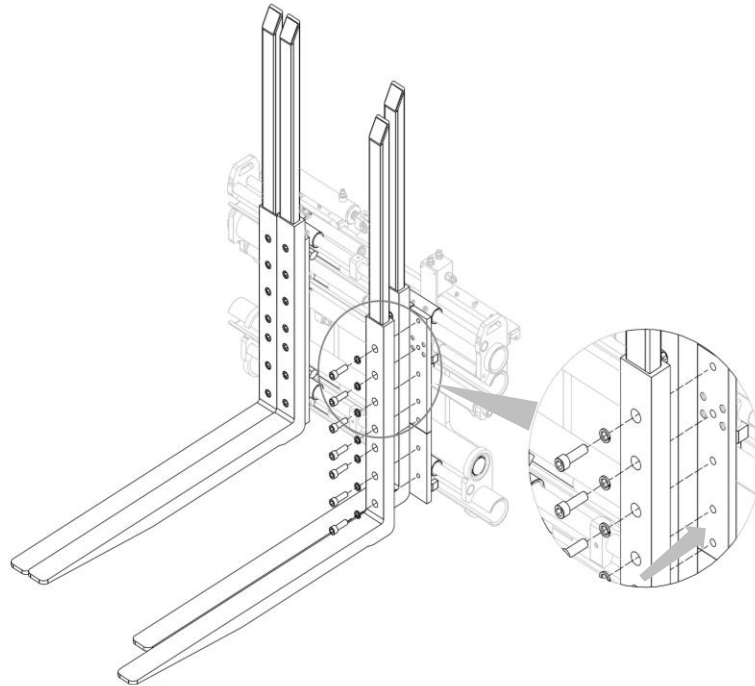

Abbildung 11
1. Schrauben Sie die Gabeln an, damit sie fest sitzen (siehe *Abbildung 11*).